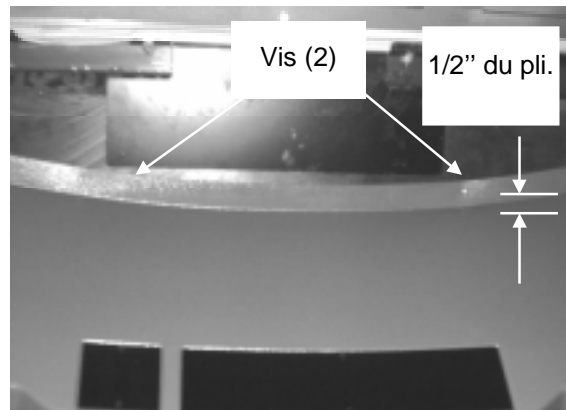

FIGURE 33
31. Installer deux (2) vis (Prévost #50-0641) pour fixer le plafond de transition au plafond comme démontré à la Figure 33. Les vis devraient être à approximativement 13 mm